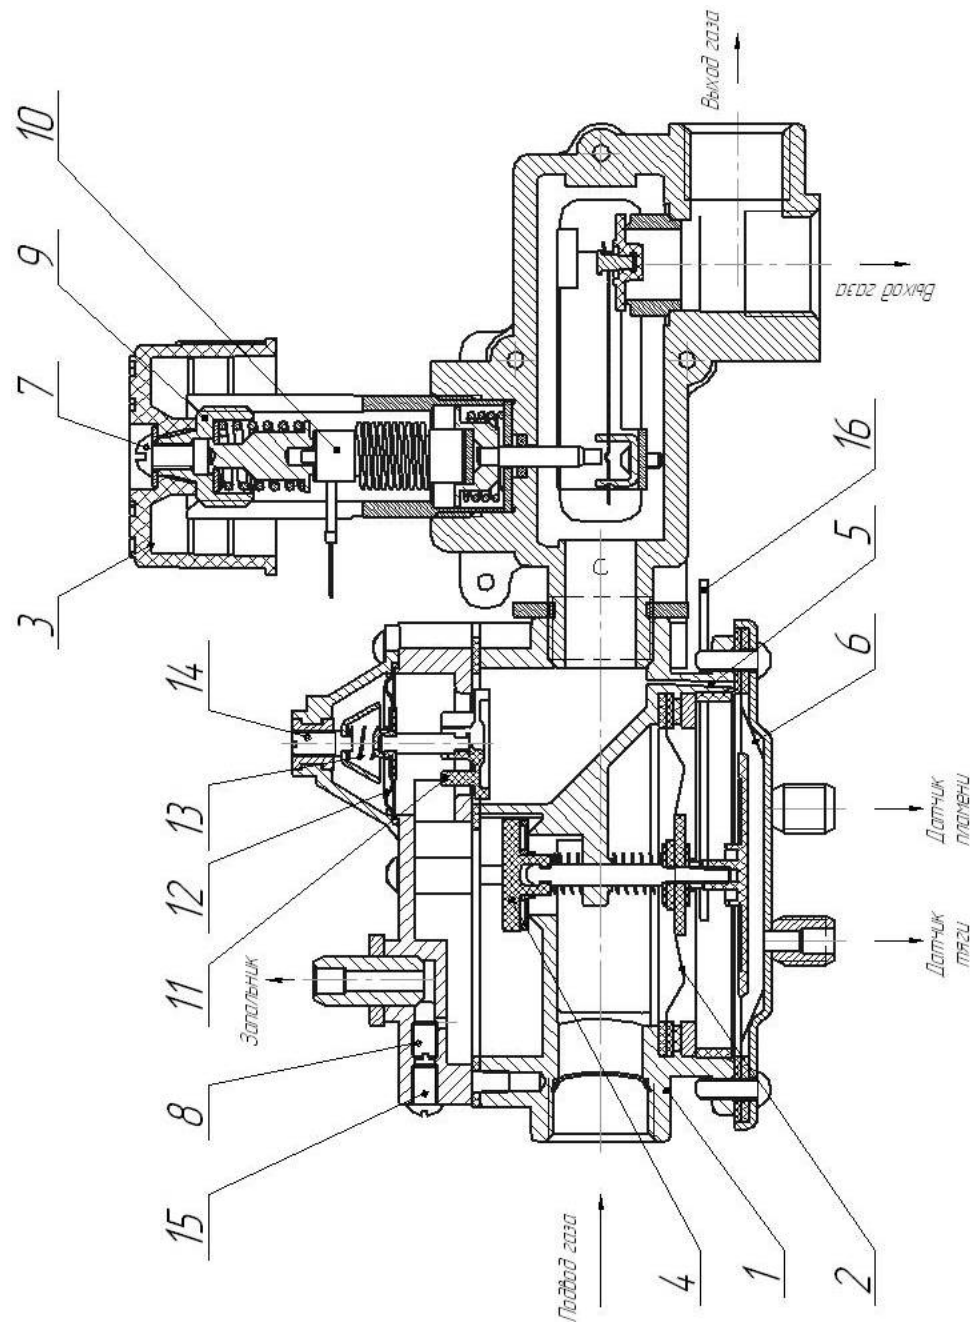

Рисунок 2 – Схема блока управления
Поддержание давления газа в коллекторе ГГУ на автоматике САБК – С – РД выполняется регулятором давления газа, встроенным в клапан – отсекающий (см. рис.2), состоящего из клапана 11, регулировочного винта 14, мембраны 12, и пружины 13. В данной модели автоматики предусмотрена регулировка мощности запальной горелки перекрытием отверстия «А» жиклером 8.
11.3.2 Порядок проведения настройки (см. рис. 2):
11.4.2 Порядок замены термодатчика (см. рис.2):
11.5 Настройку мощности запальной горелки выполнять вращением жиклера 8 (см. рис.2), предварительно выкрутив винт 15. После настройки установить винт 15, обеспечив герметичность.